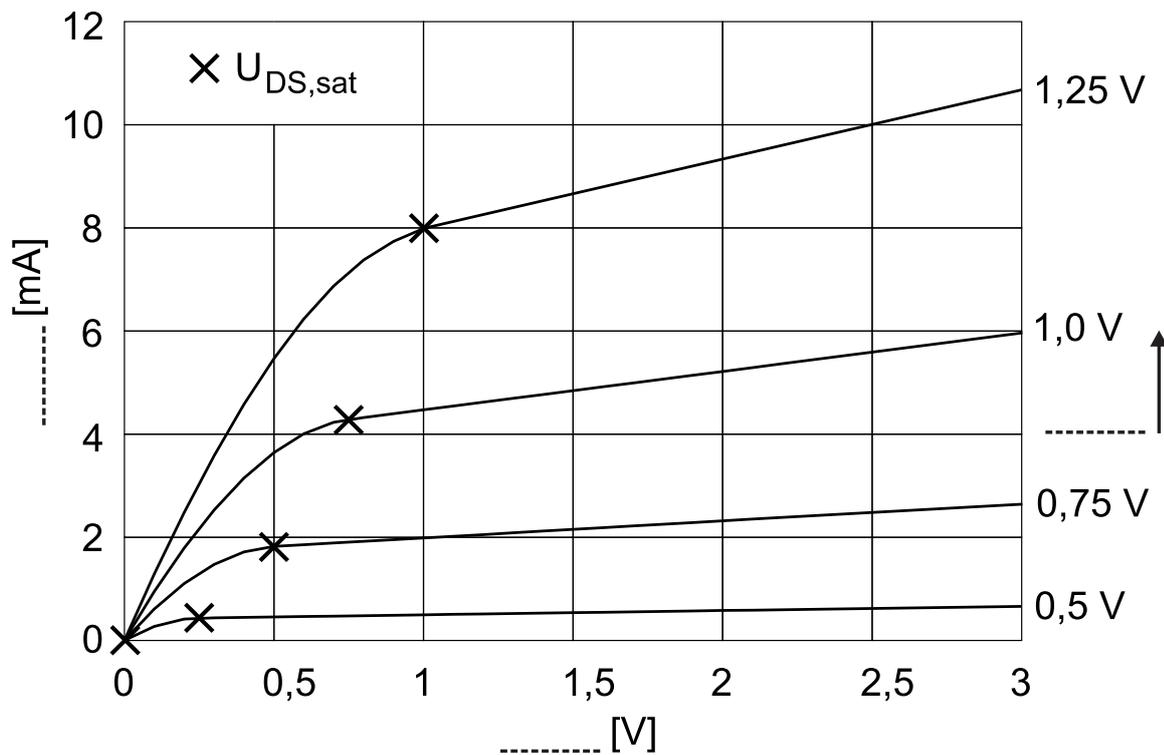

Abb. 4.1: Kennlinienfeld
4.1 Gegeben sei das Kennlinienfeld eines n-Kanal-MOSFET in Abb. 4.1.
- Bezeichnen Sie in Abb. 4.1 die Achsen und die Parametrisierungsgröße!
- Wie nennt man das Kennlinienfeld in Abb. 4.1?
- 4.2 a) Durch welchen Effekt kommt der Stromanstieg für  $U_{DS} > U_{DS,sat}$  in Abb. 4.1 zustande? Erklären Sie den physikalischen Hintergrund!
- a) Konstruieren Sie die Arbeitsgerade in das Kennlinienfeld von Abb. 4.1 und kennzeichnen Sie den Arbeitspunkt bei  $U_{DS} = 1 \text{ V}$ !